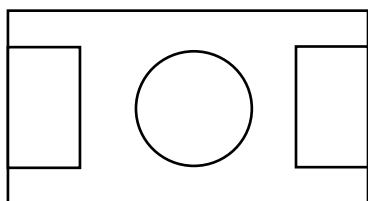

Рис. 2
1. Поместить между плоскими электродами, не перемещая их, металлический цилиндр (рис.2).